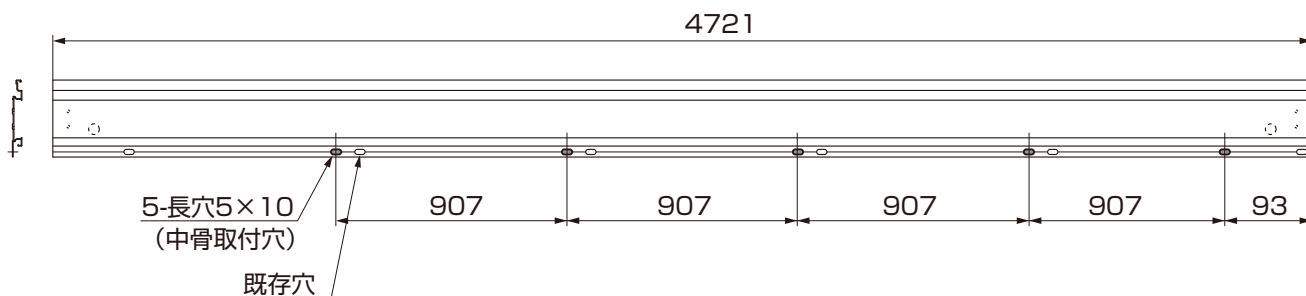

図1-6 長穴5×10(中骨取付穴)の加工
②長穴5×10(中骨取付穴)をあけてください。(図1-6参照)